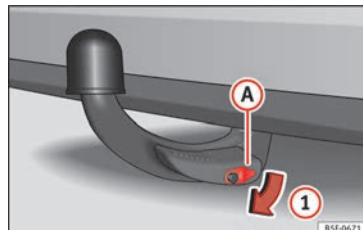

Bild 228 Avlägsna låsskyddet
- Ta bort skyddet **(A)** från låset i pilens riktning **(1)** » bild 228.